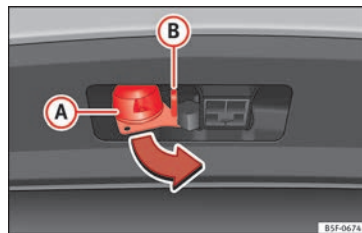

Fig. 244 Tourner le connecteur à 13 broches
- Saisissez le connecteur à 13 broches par la zone (A) et retirez-le dans le sens de la flèche »» fig. 244.
- Saisissez le connecteur à 13 broches par la zone (A) et introduisez-le dans le sens inverse de celui de la flèche »» fig. 244.
L'œillet de sécurité (B) »» fig. 244 sert à attacher le câble de retenue de la remorque. »»